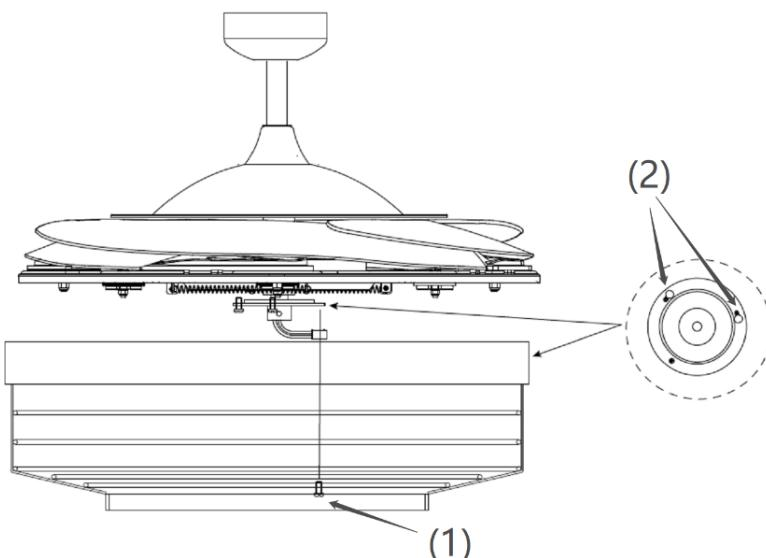

Fig. 7
INSTALACIÓN DEL KIT DE ILUMINACIÓN (Fig. 7 y 8)
- Afloje el tornillo (1) del soporte del ventilador. Ponga en línea las dos ranuras de los tornillos con las ranuras del bocallave (2) del kit de iluminación. (Fig. 7)
- Gire el kit de iluminación en sentido antihorario hasta que las ranuras de los tornillos queden firmes en el extremo de las ranuras (2).
- Fije el tornillo (1) al soporte de la pantalla de la lámpara. Apriete los tres tornillos. No los apriete en exceso.